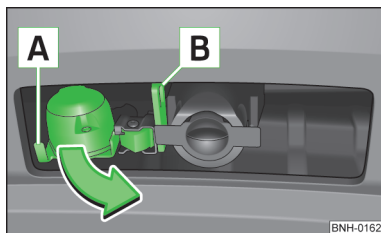

Fig. 108
- Agarrar el enchufe de 13 polos por el mango [A] y girarlo en el sentido de la flecha » fig. 108.
- Agarrar el enchufe de 13 polos por el mango [A] y pivotarlo en sentido contrario al de la flecha » fig. 108.
El ojal de seguridad [B] » fig. 108 sirve para enganchar el cable de rotura del remolque.